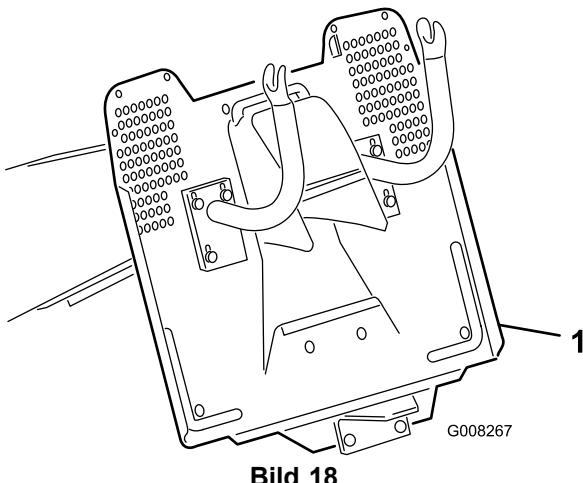

Bild 18
- Installieren Sie das Anbaugerät an der Anbauvorrichtung, die sich hinten unten an der Maschine befindet (Bild 18).